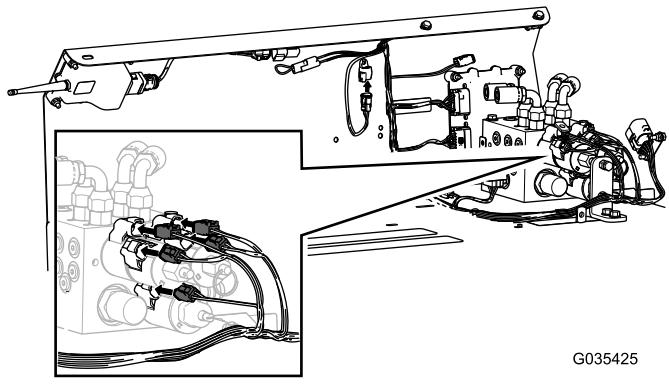
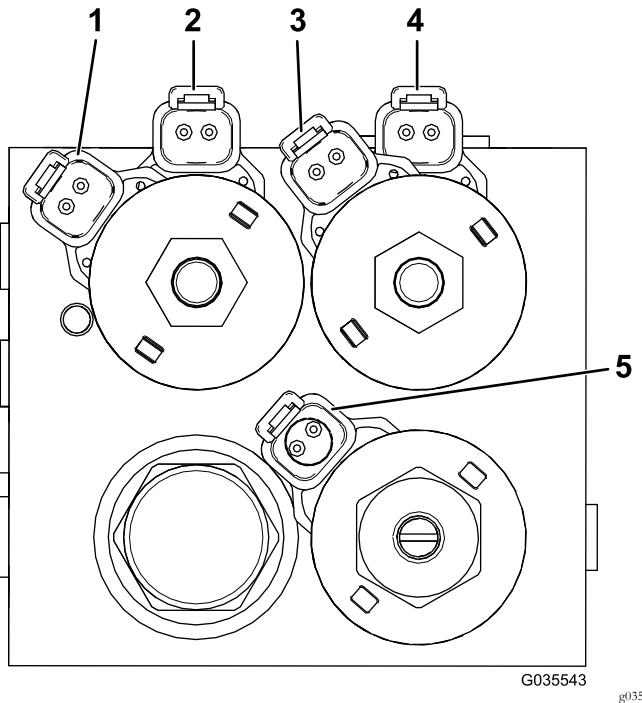

图16
图17
8. 将5个线束连接件插入液压块上的适当位置请参阅图16和图17。